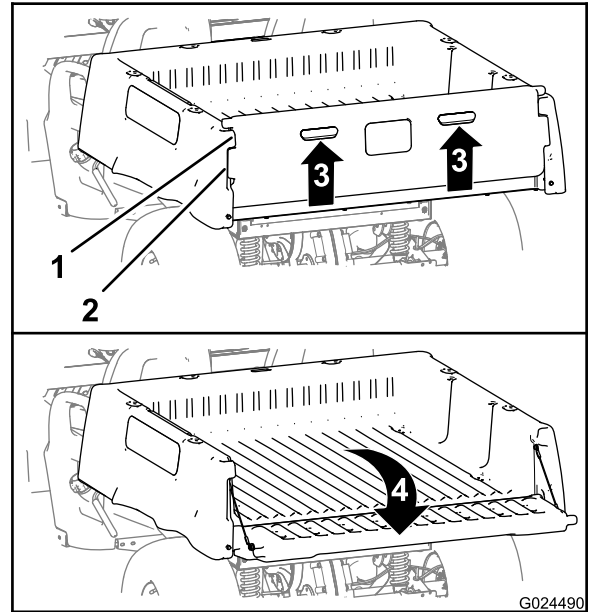

Figura 14
2. Levante nos locais indicados no painel traseiro da porta traseira (Figura 14).
3. Alinhe as flanges de bloqueio na porta traseira com as aberturas entre as flanges da porta traseira na caixa de carga (Figura 14).
4. Rode a porta traseira para trás e para baixo (Figura 14).
6. Rode a porta traseira para cima e para a frente até as flanges de bloqueio estarem justas ao espaço da porta na caixa de carga (Figura 14).
7. Baixe a porta traseira até ficar assente na parte de trás da caixa de carga (Figura 14).